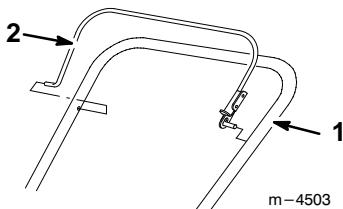
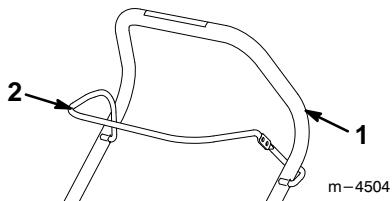

Abbildung 7
Abbildung 8
2. Den Fahrantriebshebel wie in Abbildung 7 (Modelle 38428 und 38429) bzw. Abbildung 8 (Modelle 38441 und 38442) gezeigt am oberen Griffbügel installieren.